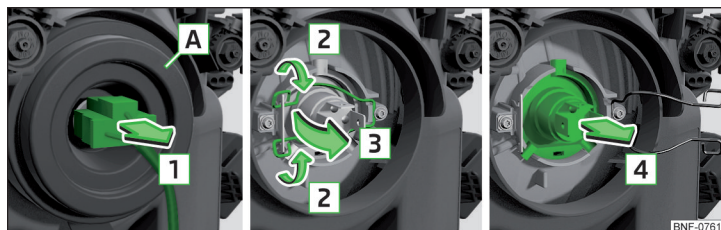

Fig. 172 Înlocuirea becurilor pentru faza scurtă și lungă
- Extrageți conectorul de la becul cu incandescentă, în sensul săgeții **1** » fig. 172.
- Apăsați etrierul de siguranță înspre far și desprindeți-l apoi în sensul săgeții **2** » fig. 172.